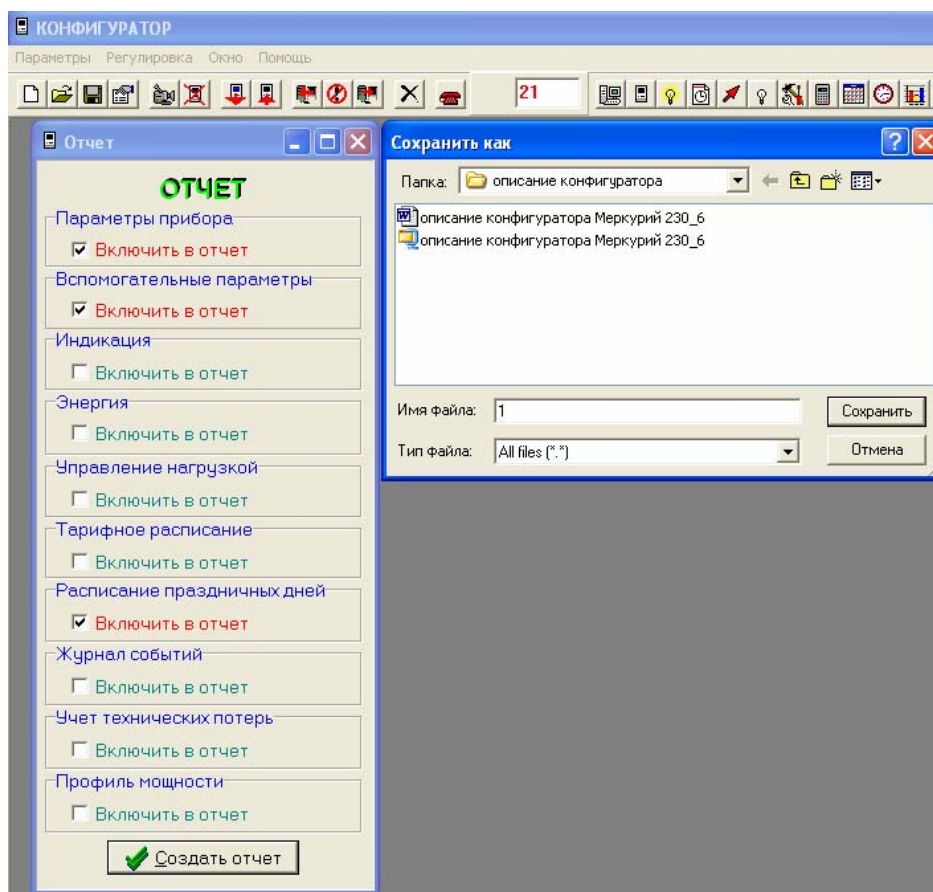

Рис.35
1. выбрать пункт меню «**Отчет**». При этом на экране монитора появится окно «**Отчет**» (рис.35), в котором отображены наименования параметров счетчика;
3. нажать кнопку «Создать отчет». При этом на экране монитора появится диалоговое окно «Сохранить как» (Рис.35) Выбрать необходимую папку, присвоить имя файлу, нажать кнопку «Сохранить». При этом на экране монитора последовательно будут появляться выбранные окна с параметрами счетчика, по которым производится считывание данных;